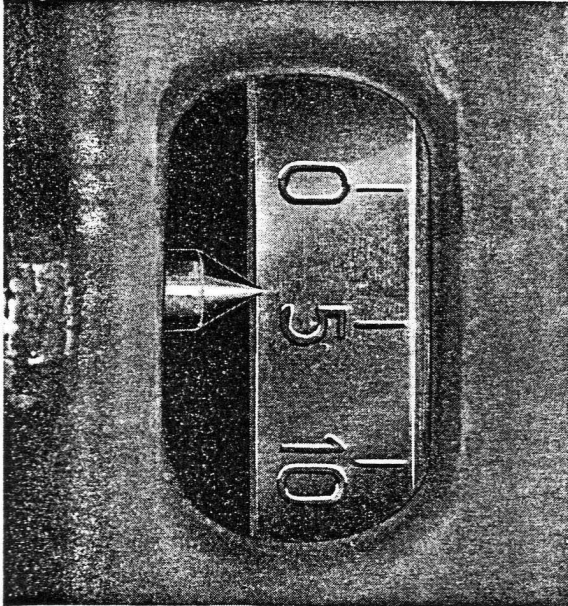

Bild 1-75. Einstellmarkierungen des Schwungrades
2. Kurbelwelle um etwa eine Viertelumdrehung zurückdrehen und dann wieder vorwärts in Zündstellung, siehe techn. Daten. Beim Vorwärtsdrehen muss geprüft werden, dass der Einstellanzeiger, Bild 1-75, auf die richtige Anzeige weist und diese nicht überschritten hat. Wenn die Kurbelwelle zu weit durchgedreht worden ist, muss sie rückwärts und dann wieder vorwärts an die richtige Stelle gedreht werden, damit fehlerhaftes Ablesen auf Grund von Zahnflankenspiel vermieden wird.